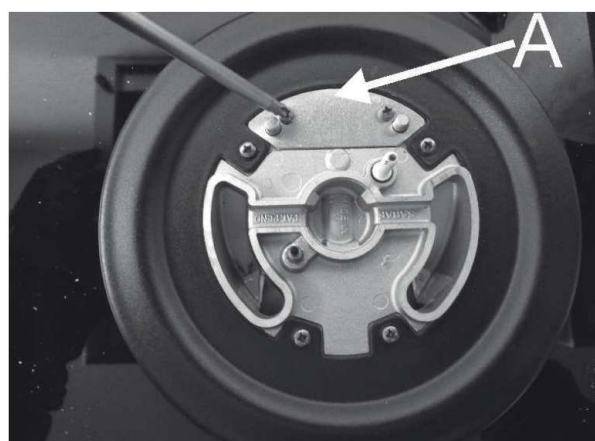

Abb.17
***DCC AFB: Luft von unten (Abb. 17).**